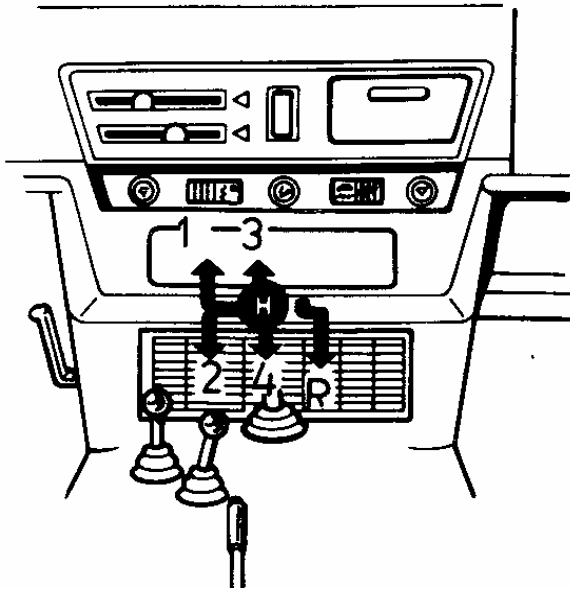

Fig. 21. Palanca del cambio de velocidades
- accione a fondo el pedal del embrague y pase la palanca de cambio de las velocidades a la posición correspondiente a la primera velocidad (Fig. 21);